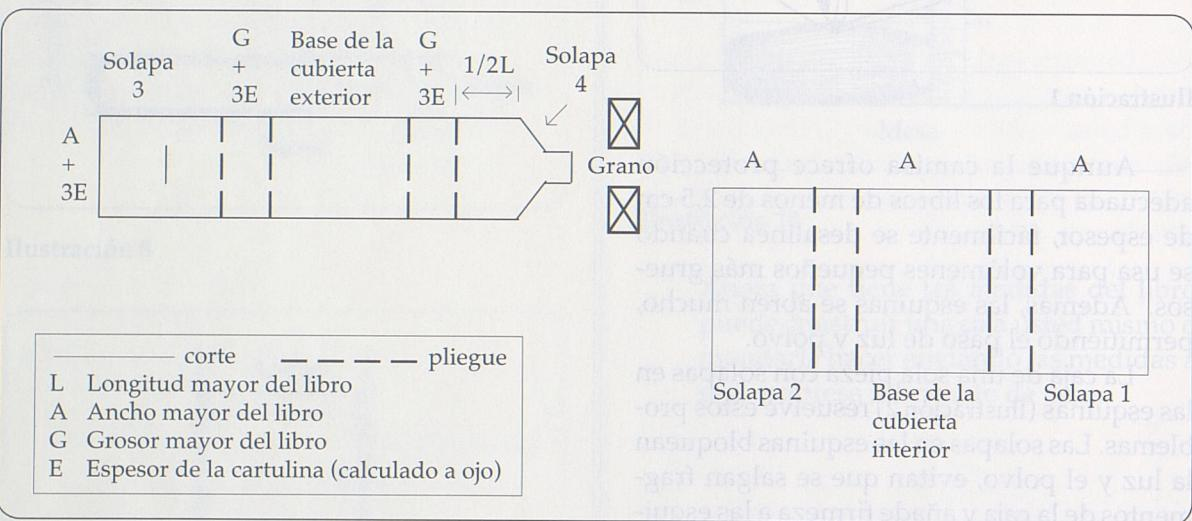

Ilustración 3
2. Seleccione un pliego de cartulina del cual se pueda cortar las cubiertas interior y exterior (Ver Ilustración 3). Determine la dirección del grano de la hoja y corte las cubiertas de manera que el grano sea
- Ahora marque todos los pliegues en los dos trozos de cartulina. Cuando llegue al final de cada cubierta, corte el exceso de cartulina. Ver Ilustración 3.
- Usando su plantilla, mida, marque y corte la lengüeta en la solapa 4 de la cubierta exterior. Ver Ilustración 3. Corte la hendidura en la solapa 3, ligeramente más ancha que la lengüeta, centrada y a una distancia de  $1/2 L$  del doblez más cercano. Una vez más, ver Ilustración 3.